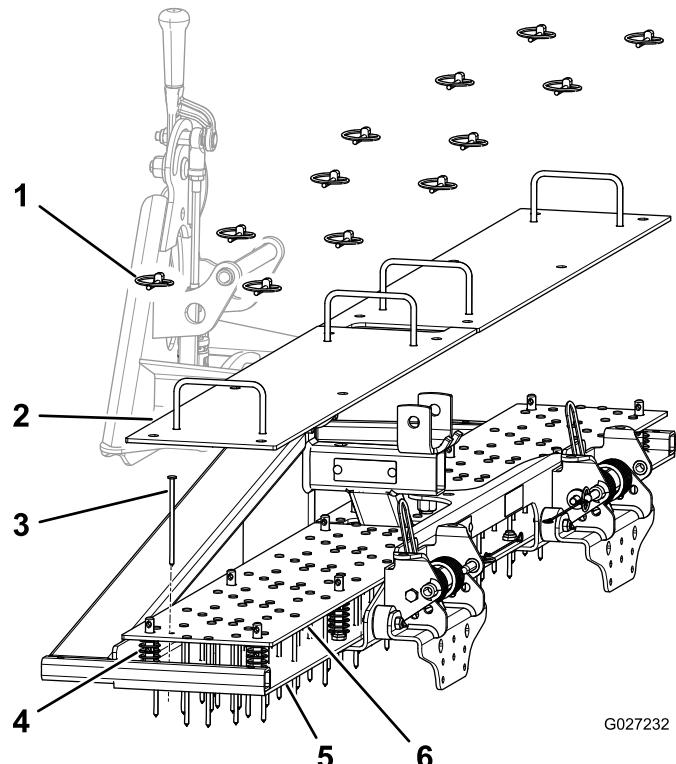

Figura 8
2. Instale los clavos (Figura 8).
3. Instale las placas superiores (Figura 8).
4. Mueva las placas superiores a la posición deseada, y coloque los pasadores de seguridad (Figura 8).
1. Instale las placas de los clavos (Figura 8).